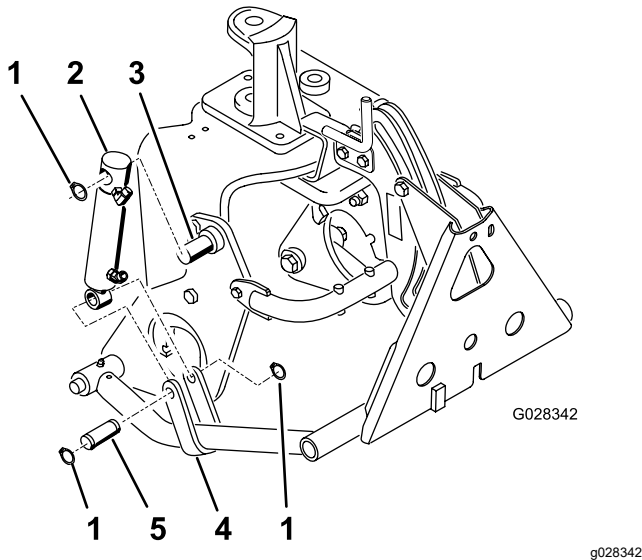

Bild 18
3. Befestigen Sie das obere Ende des Hydraulikzylinderrohrs mit einem Sicherungsring (Bild 18) am Stift der rechten Pflugplatte.
4. Befestigen Sie die Zylinderstange mit einem Stift und zwei Sicherungsringen (Bild 18) an den Schubarmen.